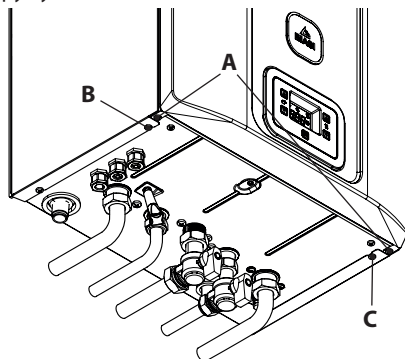
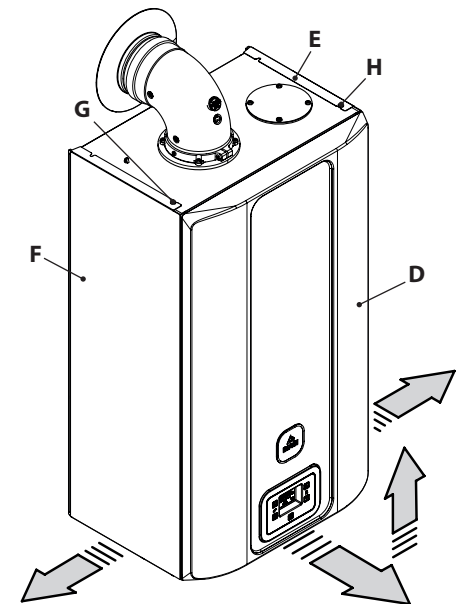

Рисунок 9.7
Рисунок 9.8
- Снимите винты **A**, а затем снимите переднюю панель, **D** потянув ее на себя и подтолкнув вверх, чтобы высвободить из верхних пазов (Рисунок 9.7 и Рисунок 9.8).
Ослабьте винты **B**, **C**, **G** и **H** (Рисунок 9.7) и снимите две боковые панели **E** и **F**, вытянув их наружу.